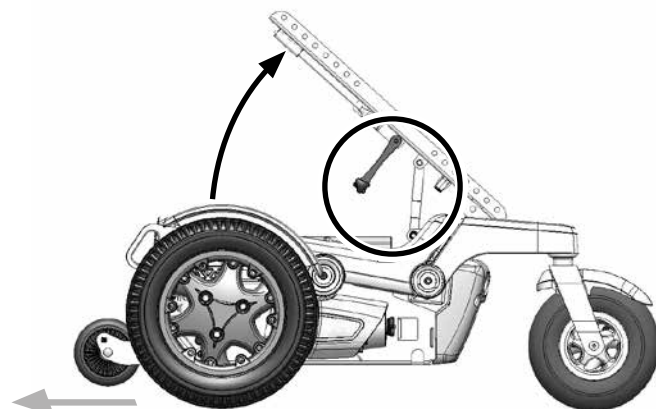

Fig. 6.8
- Sørg for, at sædet sikres med sædestøtten på plads, før du giver slip (Fig. 6.7, for - Fig. 6.8, bag - Fig. 6.9 Hybrid).